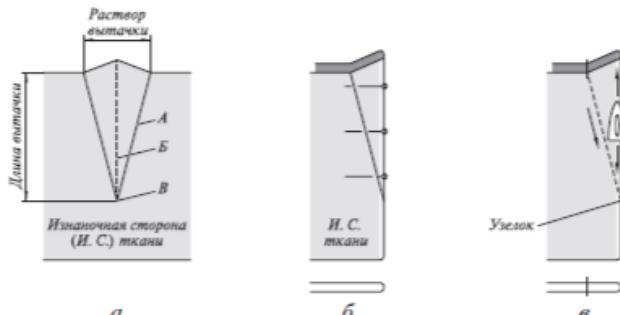

Рис. 2. Обработка вытачки с одной вершиной
1. Наметьте положение и размер вытачки на изнаночной стороне ткани (рис. 2, а).
2. Сложите вытачку по линии середины *B*, скрепите булавками и наметьте (рис. 2, б).
3. Стачайте вытачку по её боковой линии *A* от среза детали к вершине вытачки *B*. Шов стачивания закрепите обратным ходом машины или завяжите узелок. Вытачку приутюжьте «на ребро» (рис. 2, в).